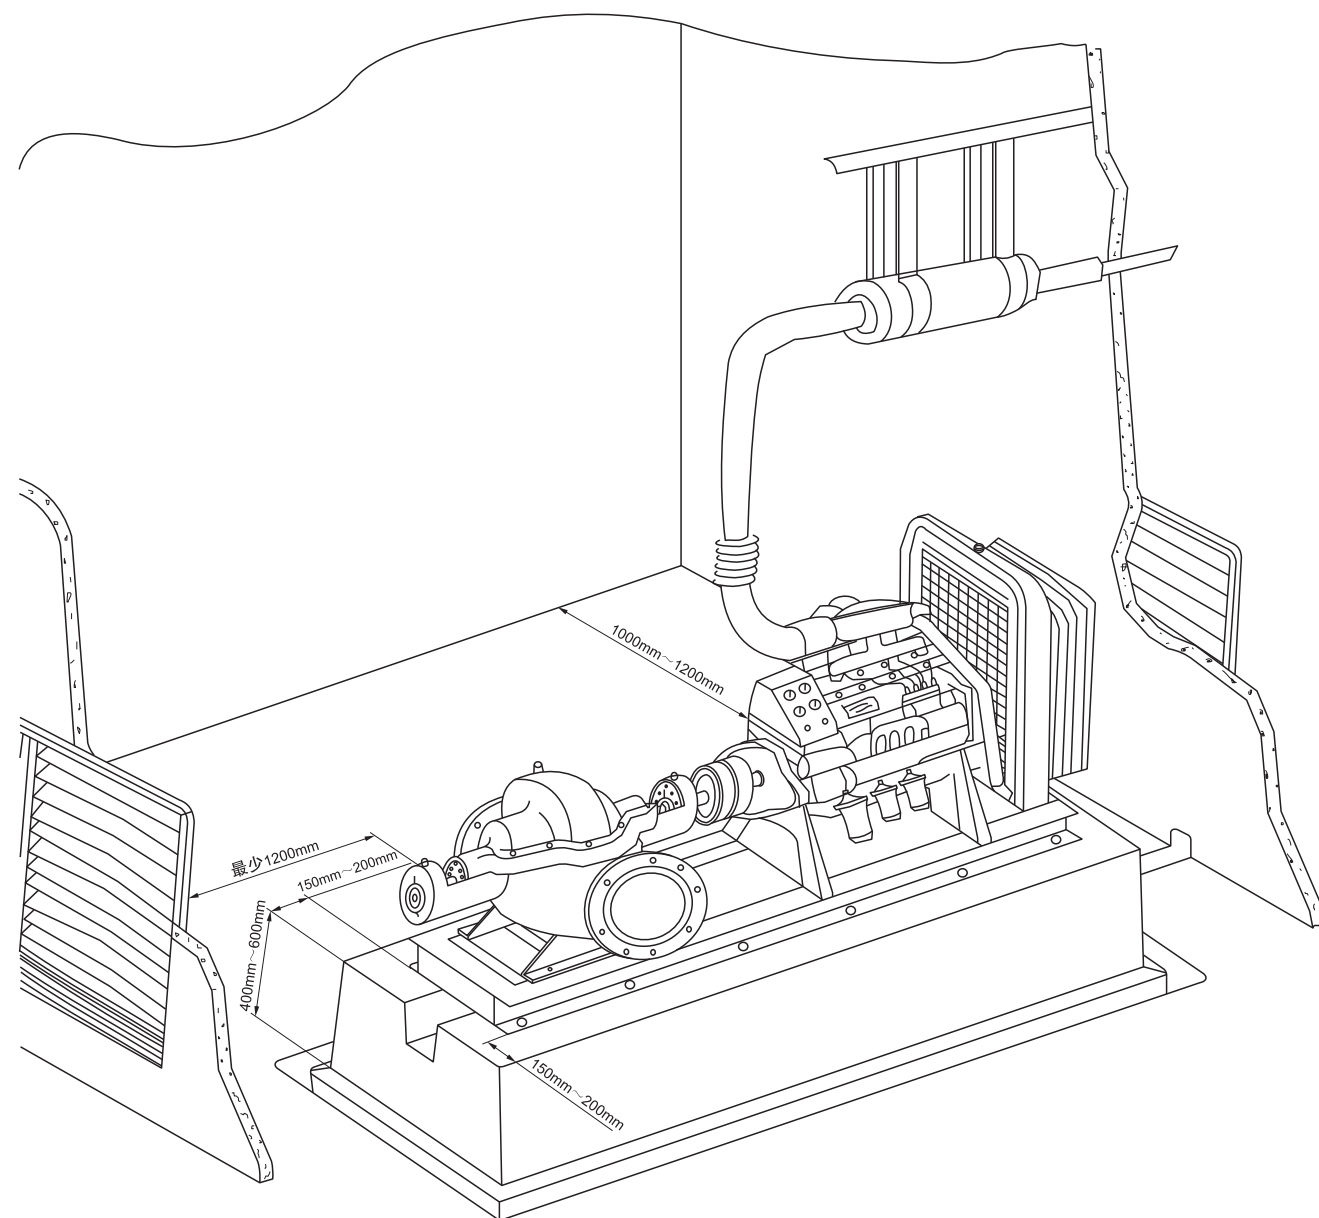

图3
- 2、机组基础一般采用混凝土结构，其四周尺寸为机组底脚四周边增加150~200mm，深度为400~600mm，基础中间布置凹槽，四周面置沟槽，以便污水油排放(见图3)。机组混混凝土地基应坚固平整，机组安放在基础上时，地脚螺栓左右将垫片置于底座与基础之间，垫片必须平整。将水平仪置于泵轴上以校正保证传动轴水平，底座与泵调整好，在地脚螺栓周围浇灌水泥，水泥硬化后将地脚螺栓均匀拧紧，然后将底座浇上水泥，以确保机组稳固。最后校正消防泵与柴油机之间传动轴的同轴度，两轴联轴器外圆必须成直线且之间间歇均匀相等。